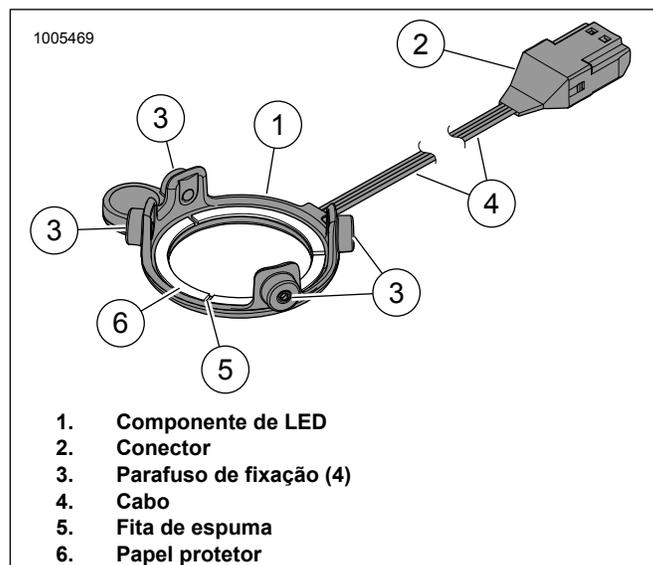

Figura 20. Luz LED, alto-falante Stage I para alforje
11. Veja a figura 20. Remova o papel protetor (6) da fita de espuma (5) na parte traseira do componente de LED (1).